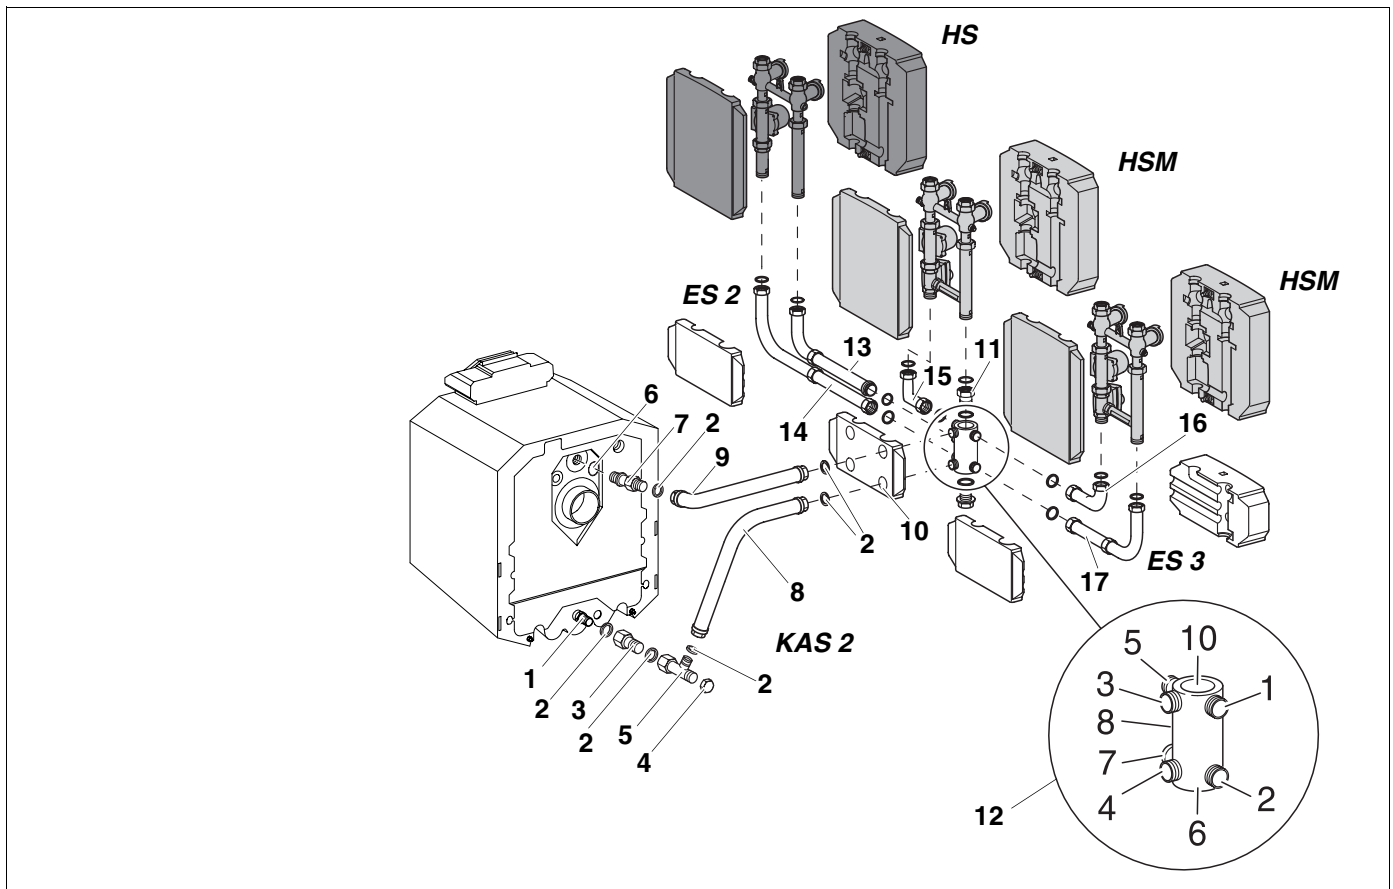

Abb. 8 Seitlich parallel Linksanbau
Legende zu Abb. 8
- Doppelnippel (13) mit O-Ring in den Abgang Nr. 8 im Multifunktionsverteiler (12) einschrauben.
- Rohrbogen mit Dichtung (langer Schenkel) montieren (Abb. 8).
- Dichtung in die Verschraubung des Zwischenstücks (14) einlegen und das Zwischenstück auf den Abgang Nr. 7 des Multifunktionsverteilers aufschrauben.
- Rohrbogen mit Dichtung (kurzer Schenkel) montieren (Abb. 8).
- Heizkreis-Set mit Mischer (HSM) oder ohne Mischer (HS) entsprechend Abb. 8 aufschrauben.
- Dichtung in die Winkelverschraubung einlegen und mit dem Anschluss Nr. 1 am Multifunktionsverteiler (12) verschrauben.
- Heizkreis-Set mit (HSM) oder ohne Mischer (HS) entsprechend Abb. 8 aufschrauben.